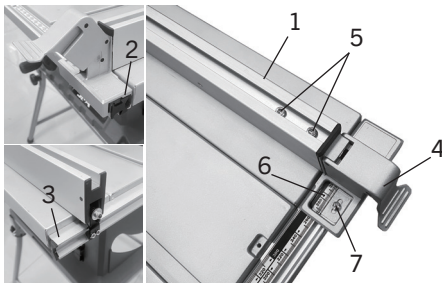
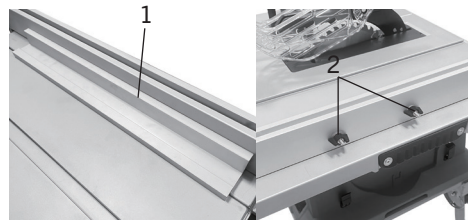
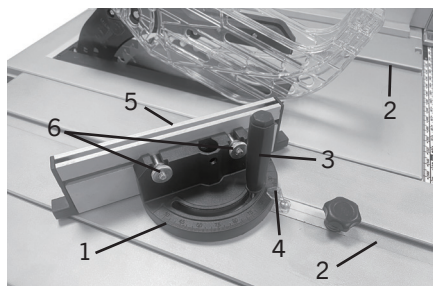

FIG. 13
FIG. 14
FIG. 15
1. Alignez l'avant du guide parallèle (1) (Fig. 13) avec le côté du rail avant (2). Alignez l'arrière du guide parallèle (1) avec le côté du rail arrière (3). Faites glisser le guide parallèle (1) sur les deux rails. Vérifiez que le levier de verrouillage du guide parallèle (4) est déverrouillé et en position haute et que le guide parallèle (1) glisse librement sur les rails (2) et (3).
2. Abaissez le levier de verrouillage du guide parallèle (4) pour verrouiller le guide parallèle (1).
1. Déverrouillez le guide parallèle (1) en soulevant le levier de verrouillage du guide parallèle (4) (Fig. 13). Desserrez les deux vis à tête cylindrique (5) situées sur le dessus du guide parallèle (1) à l'aide de la clé Allen de 5 mm (fournie).
3. Réglez l'indicateur du guide parallèle (6) sur le même repère en desserrant la vis de l'indicateur (7) et en repositionnant l'indicateur.
4. Le guide horizontal en aluminium (1) peut être installé sur le côté gauche du guide parallèle en position horizontale, comme illustré. Ce guide en aluminium est principalement utilisé pour couper en toute sécurité des pièces minces et étroites, notamment lors de la coupe de pièces avec la lame inclinée à 45° (Fig. 14).
5. Insérez deux longs boulons hexagonaux dans le côté gauche du guide parallèle, sans les serrer, et fixez-les avec des rondelles et des boutons de verrouillage (2). Faites glisser la rainure en T du guide en aluminium sur la tête de chaque boulon hexagonal, une fois en position, serrez les boutons de verrouillage (2) (Fig. 14).
**REMARQUE :** Il n'est pas recommandé d'utiliser le guide en aluminium en position horizontale (1) (Fig. 14) avec la table d'extension déployée.
Pour une coupe transversale avec la lame réglée à 90° ou 45° par rapport à la table, le guide d'onglet (1) (Fig. 14) peut être utilisé dans la rainure en T (2) droite ou gauche de la table. Pour une coupe transversale avec la lame inclinée, utilisez la rainure en T droite de la table, où la lame est inclinée loin de vos mains et du guide d'onglet.
1. Faites glisser la barre du guide d'onglet dans l'une des rainures en T (2) de la table.
2. Pour régler le guide d'onglet, desserrez la poignée de verrouillage (3) et réglez le guide d'onglet (1) de manière que l'indicateur (4) soit aligné sur l'angle de coupe souhaité, puis resserrez la poignée de verrouillage (3) (Fig. 15).
3. Ce guide d'onglet est équipé d'une face en aluminium (5) qui peut être retirée en enlevant le bouton de verrouillage (6) (Fig. 15).